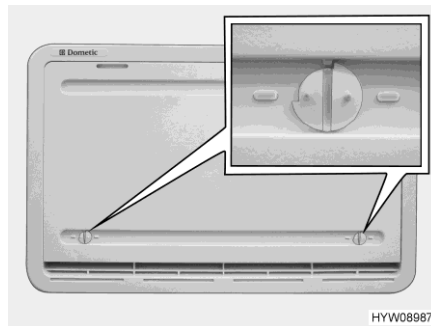

Bild 163 Vinterskydd
När kylskåpet ska vara i drift vid låga utetemperaturer, rekommenderar tillverkaren användning av ett vinterskydd (Bild 163) för kylskåpets ventilationsgaller.
- Öppna båda lås (Bild 163) (noten står horisontellt).